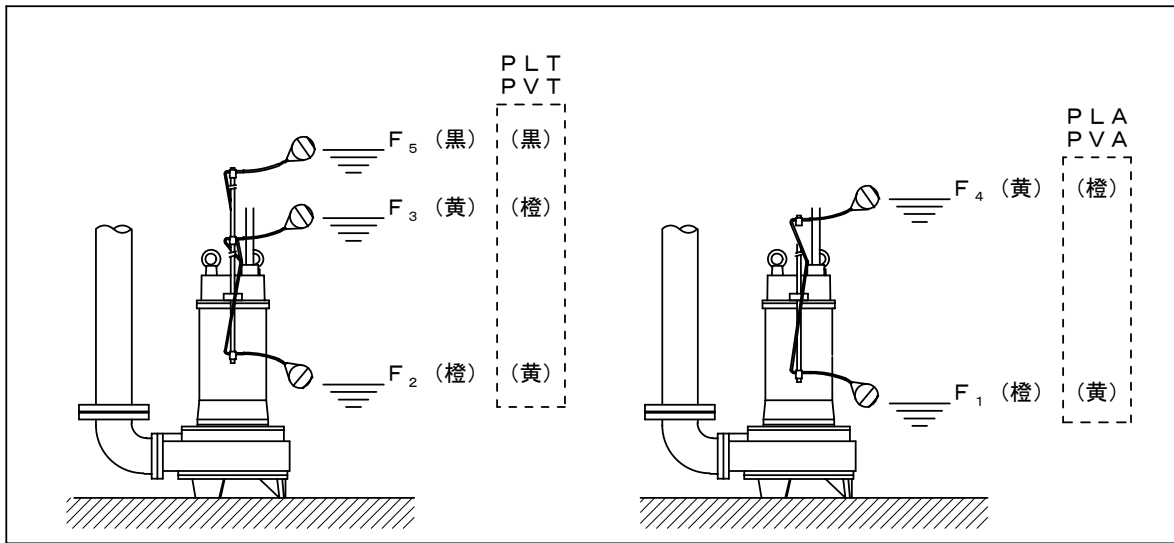

図 1
- (3) 自動交互並列式の場合（PLT型、SSUT型、PVT型、BOT型、KOT型、SVCT型、SCUT型）
- ・フロートスイッチの設定は、(図1参照) $F_1 < F_2 < F_3 < F_4 < F_5$ となるようにセットしてください。なお、各フロートの間隔は50mm以上になるようにしてください。設定水位が正常でないと誤作動の原因となります。